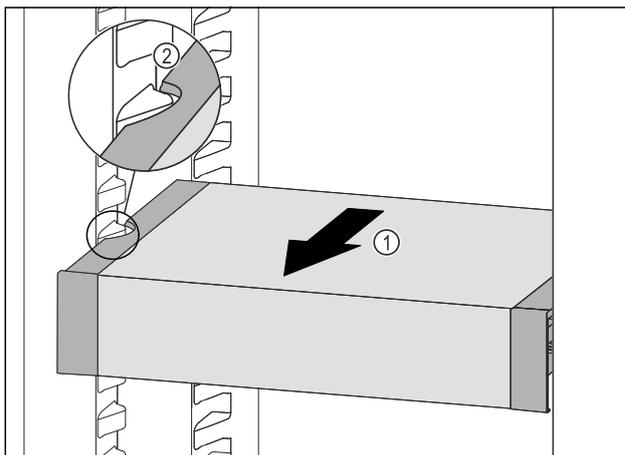

Fig. 105
- ▶ Trageți în față VarioSafe Fig. 105 (1), până când degajările laterale ale VarioSafe se află la înălțimea nervurii recipientului din frigider. Fig. 105 (2)